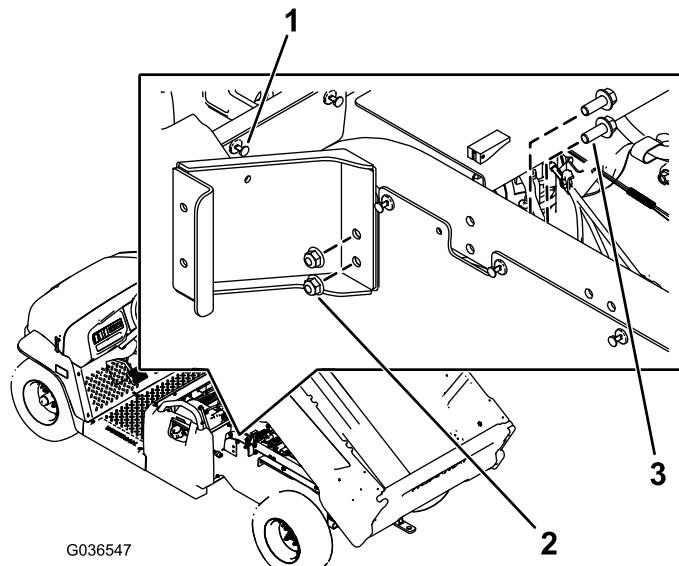

Рисунок 1
- А. Удалите заклепку с левой панели позади заднего основания сиденья (Рисунок 1).
- Б. Установите левый петлеобразный кронштейн с помощью двух болтов с шестигранными фланцевыми головками (3/8 x 1 дюйм) и двух гаек (3/8 дюйма), как показано на Рисунок 1.